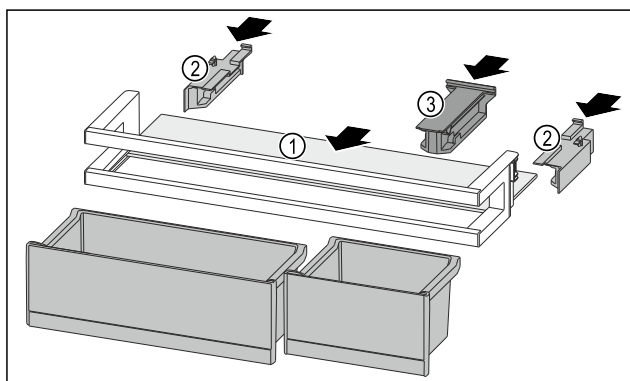

Fig. 95
- ▶ Skub hylde *Fig. 95 (1)* ind i udsparingerne i siden.
- ▶ Indsæt sidesektionerne *Fig. 95 (2)*.
- ▶ Indsæt holdesektionen *Fig. 95 (3)*.